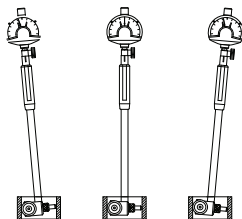

Fig.1
- (2) Defina o tamanho de calibração: Selecione o anel de ajuste, um micrômetro de diâmetro externo ou um orifício padrão com diâmetro e precisão conhecidos; limpe as superfícies de medição com um pano macio.
- (3) Defina o zero (usando o anel de ajuste como exemplo): Insira o medidor de furo no anel de ajuste e balance o medidor de furo (fig. 1) para encontrar o 'ponto de inflexão' do ponteiro. Ajuste o indicador para que a 'linha zero' coincida com o 'ponto de inflexão'. Balance o medidor de furo várias vezes para garantir que a "linha zero" coincida com o 'ponto de inflexão'.